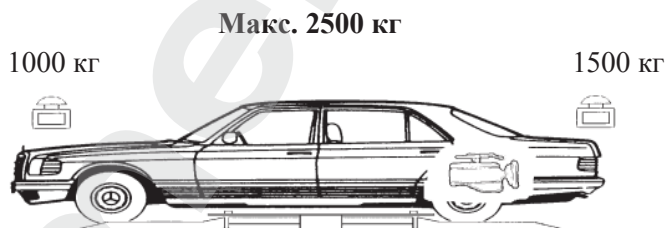

Рис.7
- размещайте автомобили с передним двигателем, как можно дальше назад (Рис. 7);
- размещайте автомобили с задним двигателем, как можно дальше вперед (Рис. 7).
После установки транспортного средства, как показано на рис. 7, установите лапы под автомобиль.